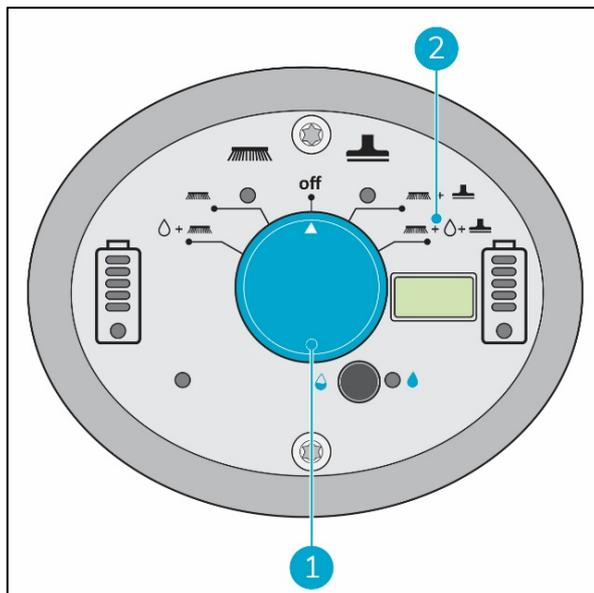

Abbildung 22
2. Wählen Sie mit dem Hauptschalter des i-mop® XL pro (Figure 22, Pos. 1) MODUS 4 (Bürste + Wasser/Reinigungslösung + Sauger, Figure 22, Pos. 2).